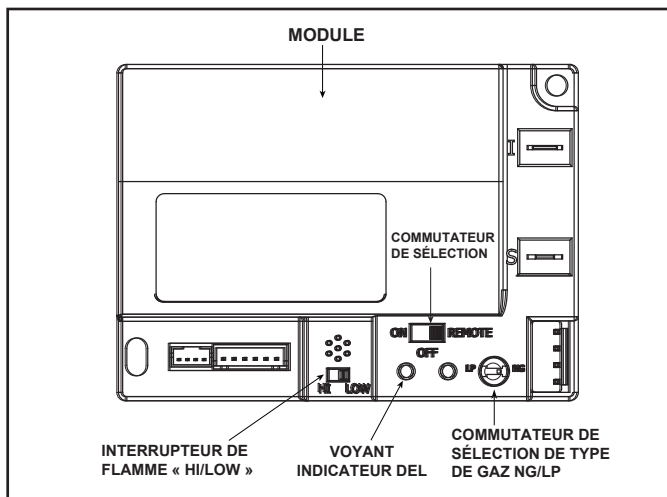

Figure 3.6 Module de commande
- Glissez le commutateur de sélection ON/REMOTE/OFF à la position ON. Voir la figure 3.6.
1. Le module de commande est muni d'un commutateur de sélection ON/OFF/REMOTE qui doit être réglé. Voir la figure 3.6.
2. Si un interrupteur mural câblé est utilisé quand le mode à REMOTE du module est activé, la hauteur des flammes peut être réglée au moyen du commutateur de sélection HI/LO du module. Voir la figure 3.6. Notez que le commutateur de sélection HI/LO est désactivé une fois la télécommande optionnelle (RC300) programmée pour utiliser le module de commande. Notez que le module de commande allume toujours le foyer à HI et continue à utiliser ce réglage pendant les 10 premières secondes de fonctionnement. Si le commutateur HI/LO est en position LO, la hauteur de flamme se réglera automatiquement au minimum après 10 secondes. Une fois ces 10 secondes écoulées, la hauteur de la flamme pourra être ajustée de HI à LO au moyen du commutateur.
- Localisez le module du commutateur de sélection. (Voir la figure 3.6.)
- Attendez cinq (5) minutes pour dissiper les gaz.